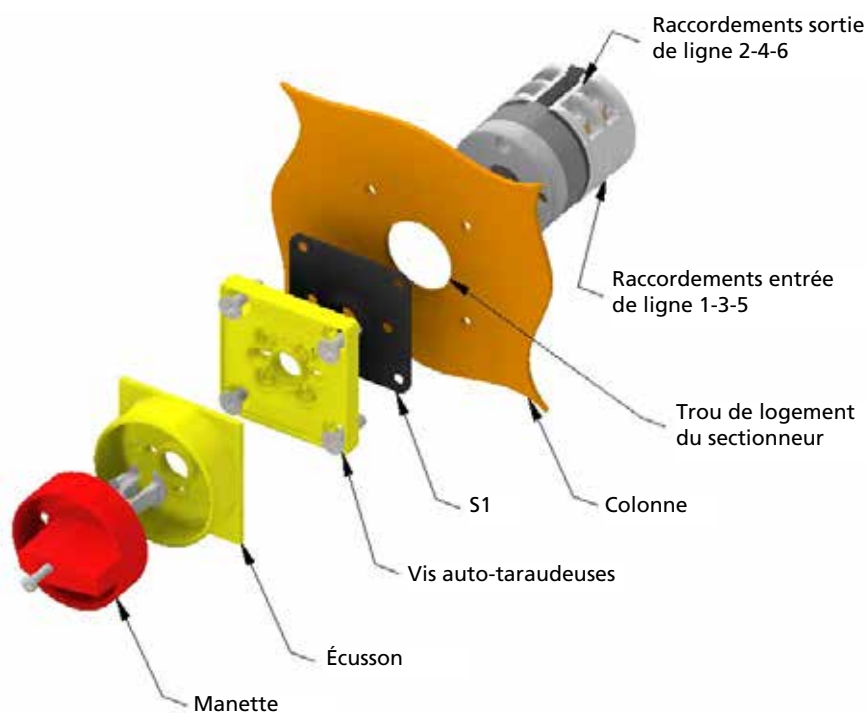

fig.58
5. Placez le sectionneur dans le perçage prévu sur la colonne en connectant les fils électriques, en terminant avec la plaque de montage et l'interrupteur rouge, comme illustré à la Figure 58
- ▶ Prévoir la mise à la terre de la potence à partir du point prévu (fig. 58).